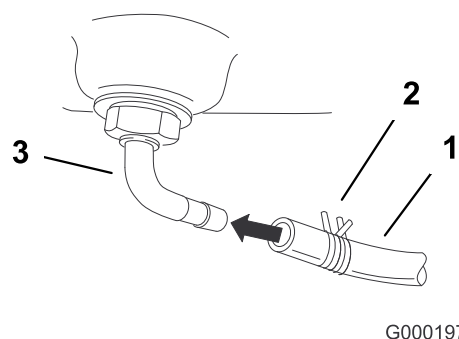

Figure 5
- Enfilez le collier sur la conduite d'alimentation (Figure 5).
- Poussez la conduite d'alimentation sur le raccord du réservoir de carburant et fixez-la en place avec le collier (Figure 5).